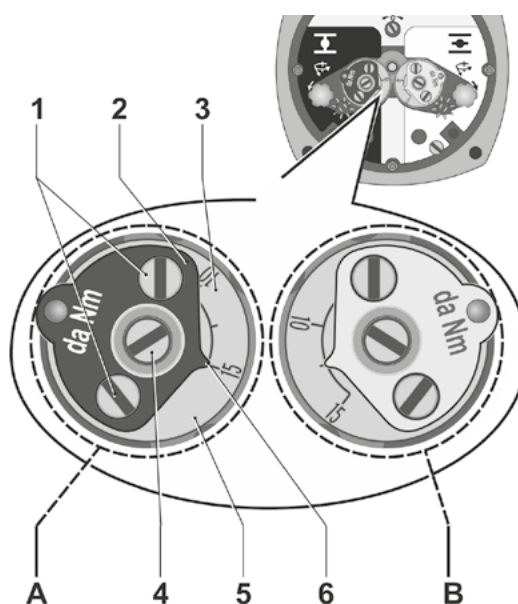

Bild 3: A = Mät huvud för avstängningsmoment STÄNGD
3. På det vänstra mät huvudet för avstängningsmoment (se bild 3, område A) lossar du bara lite på båda låsskruvarna (pos. 1) på den svarta visartavlan (Pos. 2).
4. Vrid gradskivan (bild 3, pos. 3) tills visaren (6) pekar på värdet för det nödvändiga avstängningsmomentet. Det inställda sifvervärdet gäller därvid för ett avstängningsmoment som är 10 gånger större (d.v.s. 15 =[^] 150 Nm) och för inställning mellan två siffror gäller det samma.
- Visaren (6) på den svarta visartavlan (2) pekar på 15; det motsvarar ett avstängningsmoment på ca 150 Nm.
- Visaren på den vita visartavlan (se bild 3 i området B) pekar mitt emellan 10 och 15: det motsvarar ett avstängningsmoment på ca 125 Nm.
5. Dra åt låsskruvarna (bild 3, pos. 1) igen; åtdragningsmoment 0,3–0,4 Nm.
6. Inställningen av avstängningsmomentet i ändläget ÖPPEN sker med det vita mät huvudet för avstängningsmoment (se bild 3, område B) motsvarande tillvägagångssättet för inställning av avstängningsmomentet i ändläget STÄNGD.